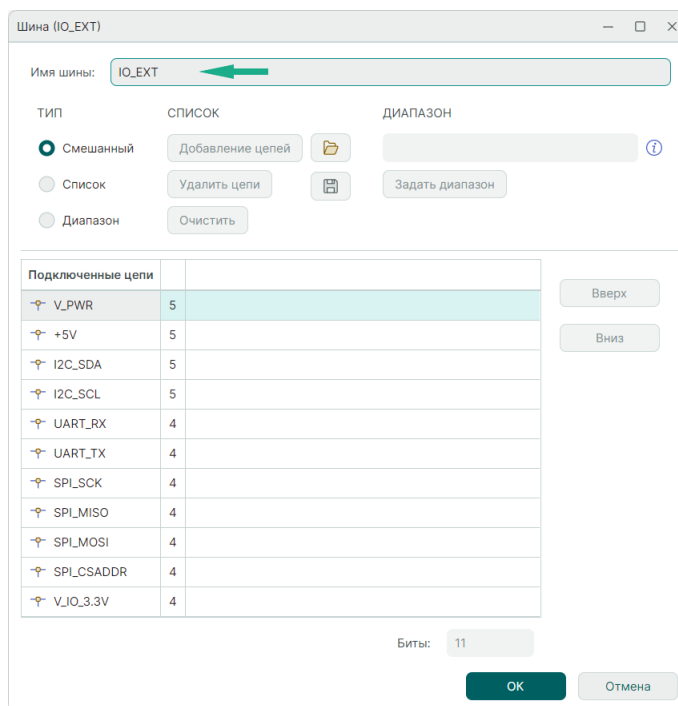

Рис. 120 Переименование шины в окне «Шина»
- Из контекстного меню шины. Для этого в контекстном меню выберите пункт «Цепи» и в появившемся окне «Шина» введите новое имя в строке «Имя шины», см. Рис. 120.